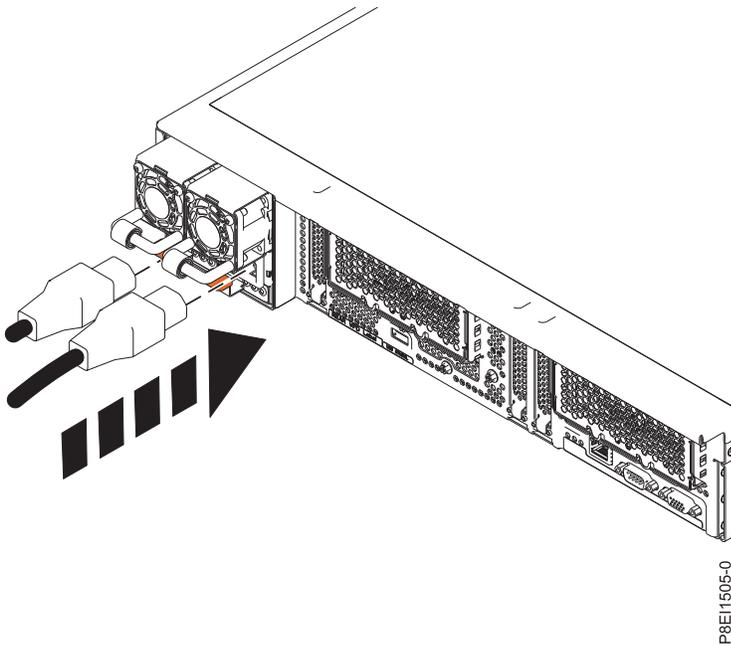

図 78. 電源装置への電源コードの接続
- a. 電源コードを電源装置に接続します。『図 78』を参照してください。